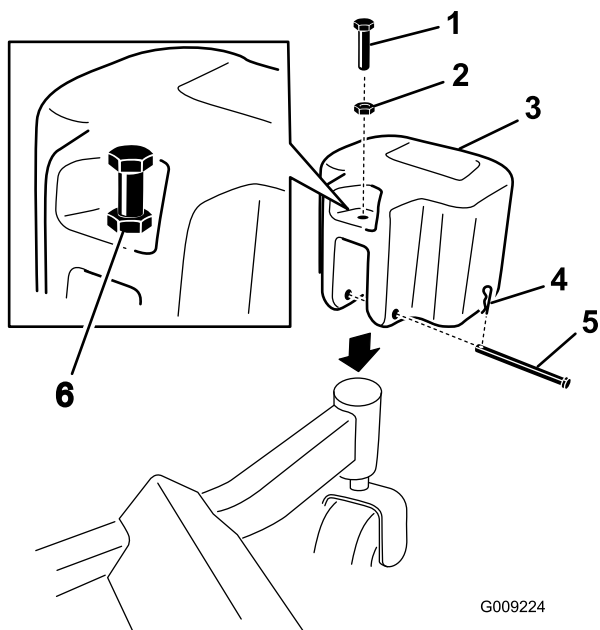

Bild 33
1. Montieren Sie Laufradbalkast mit einem Lastösenbolzen und einem Splint an den vorderen Laufrädern (Bild 33).
2. Setzen Sie die Mutter auf jeder Gewindeschraube auf und setzen Sie die Gewindeschrauben in jeden Ballast ein (Bild 33).